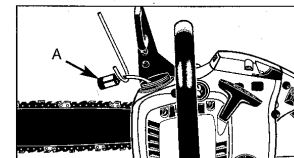

Abb. 19
4. Heben Sie den Filter (A) aus dem Tank heraus (Abb. 19).